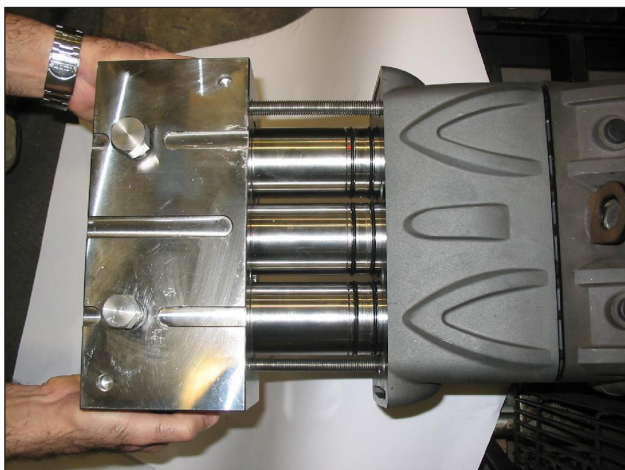
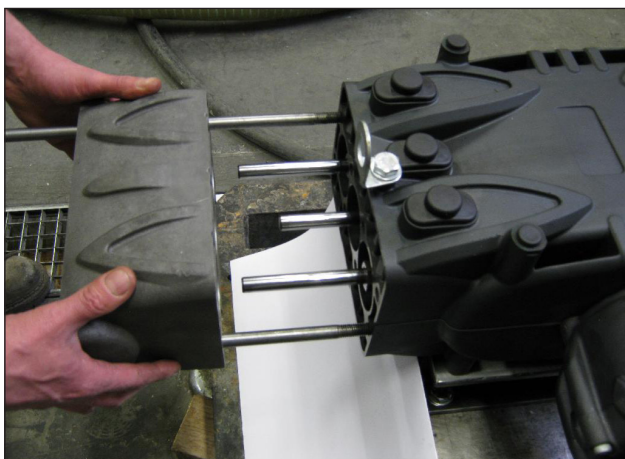

Fig. 37
Fig. 38
- Desmontar la cabeza y el espaciador de las camisas del cárter de la bomba como se indica en la Fig. 37 y la Fig. 38.
- Desmontar la cabeza y el distanciador de las camisas del cárter de la bomba como se indica en el apart. 2.2.1 Fig. 37 y Fig. 38.